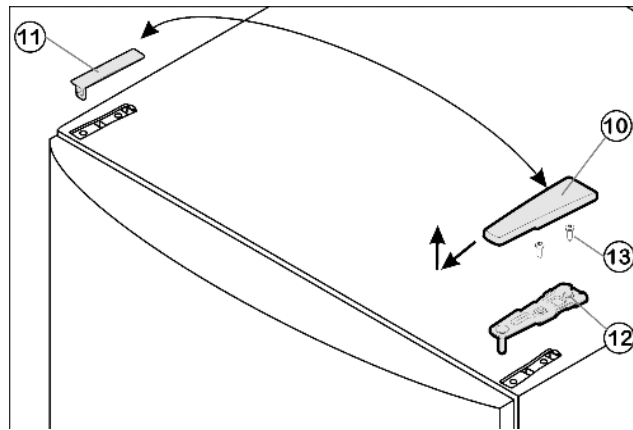

Fig. 4
- ▶ Потяните крышку Fig. 4 (10) вперед и вверх.
- ▶ Снимите крышку Fig. 4 (11).
- ▶ Открутите верхний опорный кронштейн Fig. 4 (12)(2 шт. Torx® 25) Fig. 4 (13) и вытяните вверх.
- ▶ Установите верхний опорный кронштейн Fig. 4 (12) на новой стороне шарнира и защелкните в дверце.
- ▶ Прикрутите верхний опорный кронштейн Fig. 4 (12) (с моментом 4 Нм) (2 шт. Torx® 25) Fig. 4 (13). При необходимости проделайте отверстия или используйте аккумуляторную отвертку.
- ▶ Защёлкните крышку Fig. 4 (10) и крышку Fig. 4 (11) на противоположной стороне.